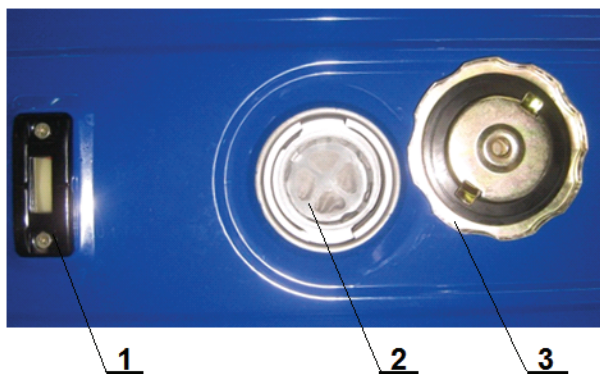

Рис. 3. Топливный бак
7.2.3. Заправить бак топливом, при этом топливо заливать через фильтр (2), встроенный в горловину бака (рис. 3). Использовать чистый бензин с октановым числом 92. При заправке необходимо оставить некоторое пространство в баке для расширения топлива. Хранить бензин перед использованием не более 30 дней.